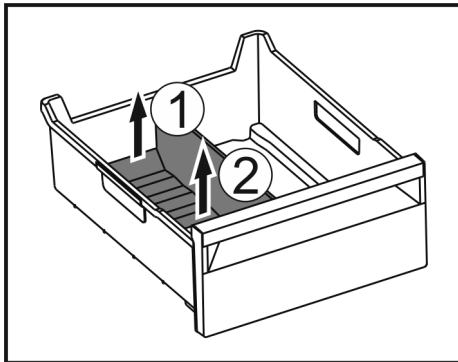

Fig. 170
- ▶ Hinteren Teil des Eisfach-Trenners anheben. Fig. 170 (1)
- ▶ Eisfach-Trenner nach oben entnehmen. Fig. 170 (2)